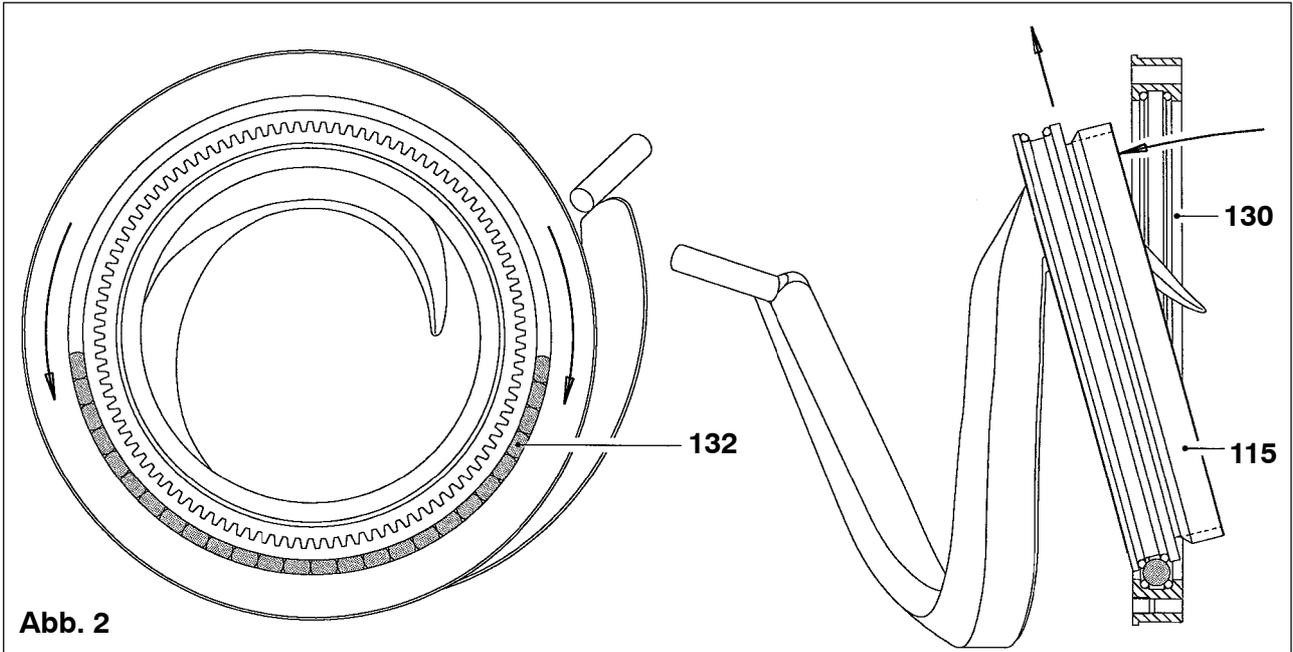

Abb. 2
5. Kugeln (132) an einer Stelle zusammen-bringen (Abb. 2).
6. Zubringerkurve (115) an die entgegenge-setzte Stelle drücken und aus Lagerring (130) herausnehmen (Abb. 2).